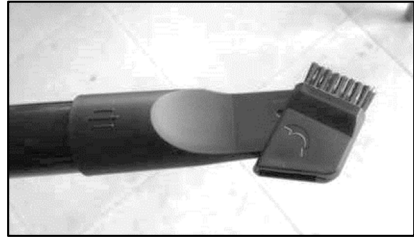

Fig12
1. Siç tregohet në Fig.12, ju mund të përdorni brinjën e kompresuar 2 në 1 të kornizës së errët dhe hapësirës. Hapni anën tjetër me furça me furçë për të pastruar divanin, perdet dhe pluhurin në zbukurime/orendi.